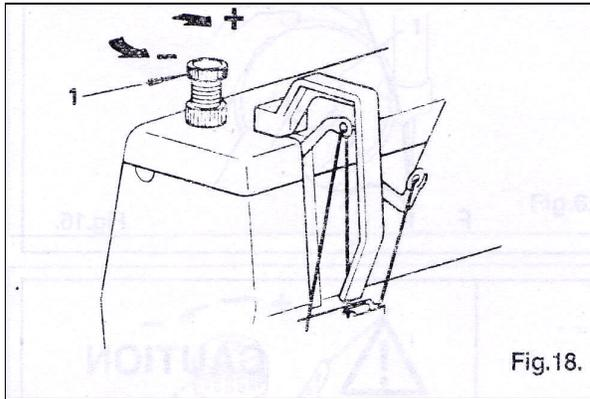

Fig.18.
Pour régler la pression du pied presseur, tourner l'écrou moleté (1) figure 18, vers la gauche ou la droite.